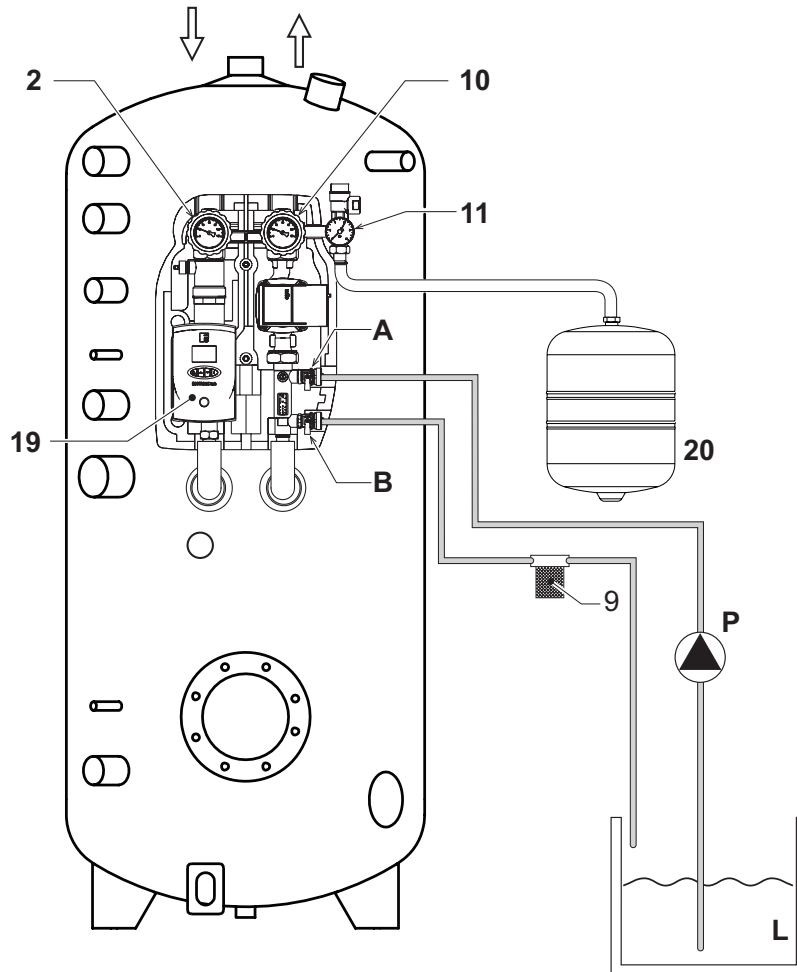
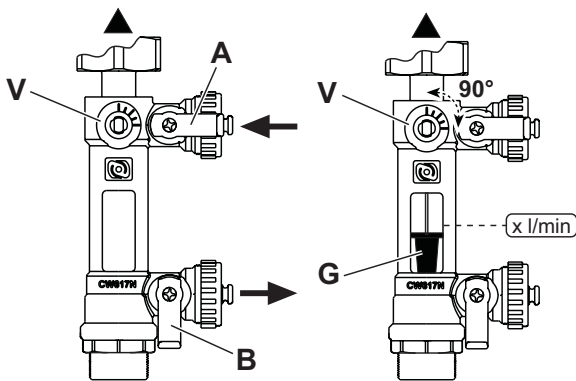

fig. 2
fig. 4
Aprire il rubinetto di riempimento (A - fig. 4) e quello di svuotamento (B - fig. 4) circuito solare.
Applicare un tubo flessibile dal rubinetto (B) al contenitore (L - fig. 2) e dalla pompa (P - fig. 2) al rubinetto A.
Girare in posizione orizzontale la vite di regolazione del limitatore di portata (V - fig. 4) che quindi viene così chiuso.
Pompate il fluido termovettore nel circuito con la pompa di riempimento (P - fig. 2), finché non esce dal rubinetto di svuotamento (B - fig. 4)
Attendere alcuni minuti, effettuando un controllo visivo dei raccordi e delle saldature, e riverificare la pressione che deve rimanere stabile sul manometro (11 - fig. 2).
A valvole 2 e 10 di fig. 2 aperte, intercettare il flusso chiudendo la valvola V. Introdurre il liquido di lavaggio dal rubinetto A. Attendere la fuoriuscita del liquido dal rubinetto B. Lasciare fluire per il tempo necessario. Chiudere il rubinetto A. Chiudere il rubinetto B. Riaprire la valvola V.
Aprire le valvole 2 e 10 (fig. 2) (rotazione antioraria della maniglia). Intercettare il flusso chiudendo la valvola V. Introdurre il fluido dal rubinetto A. Attendere la fuoriuscita del liquido dal rubinetto B. Chiudere lentamente i rubinetti A e B.
Attivare la modalità "Regolazione del limitatore di portata" (vedi specifiche). Ruotare lentamente la valvola V facendo coincidere la parte superiore del galleggiante G - fig. 4 con la tacca di riferimento della scala graduata. Disattivare la modalità "Regolazione del limitatore di portata" (vedi specifiche).